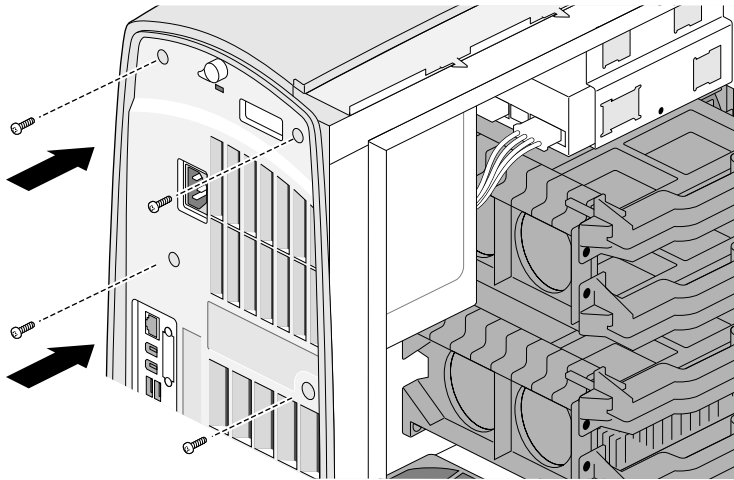

Figure 7-7 Remise en place des vis du bloc d'alimentation
5. Remplacez les quatre vis que vous aviez retirées de l'arrière du système (voir Figure 7-7).